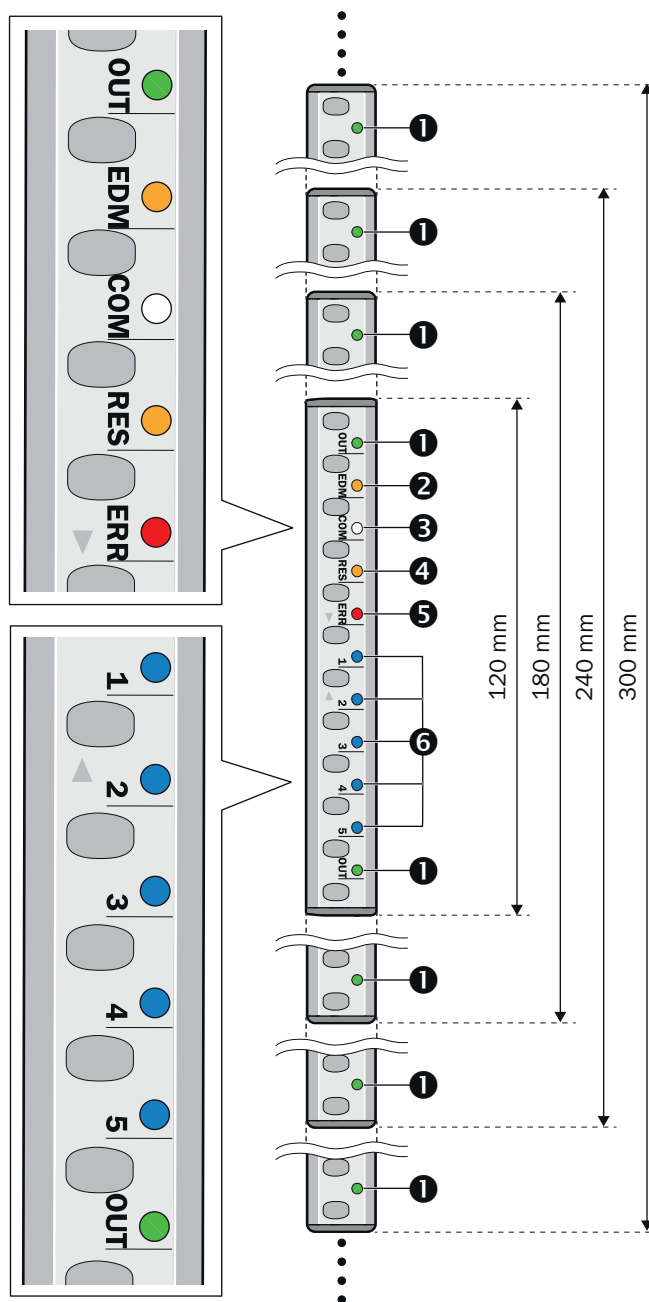

Рисунок 7: Светодиоды Twin-Stick
- ❶ OUT
- ❷ EDM
- ❸ COM (связь)
- ❹ RES
- ❺ ERR (ошибка)
- ❻ 1, 2, 3, 4, 5
рисунок 7 отображает светодиоды световой завесы безопасности. Начиная с высоты защитного поля 180 мм светодиод OUT (❶) расположен с регулярными интервалами и может гореть красным или зелёным. Он отмечен OUT только в двух положениях световой завесы безопасности.